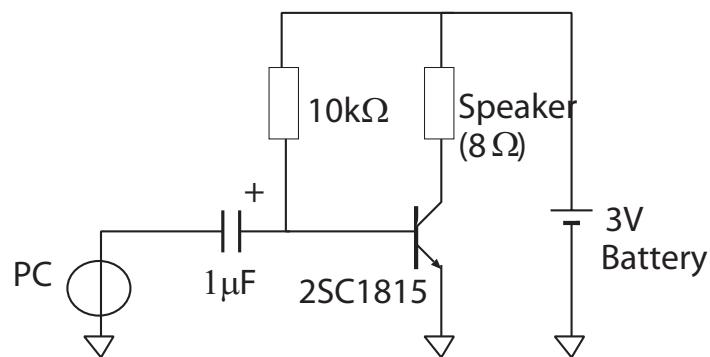

図11.2: 増幅回路の例
2. ノートPCのミニジャックから音を出力し、出力としてスピーカ(8Ω)を使うと音を増幅することができる。図11.2の回路を組んで音を増幅して波形を観察してみよう²⁹